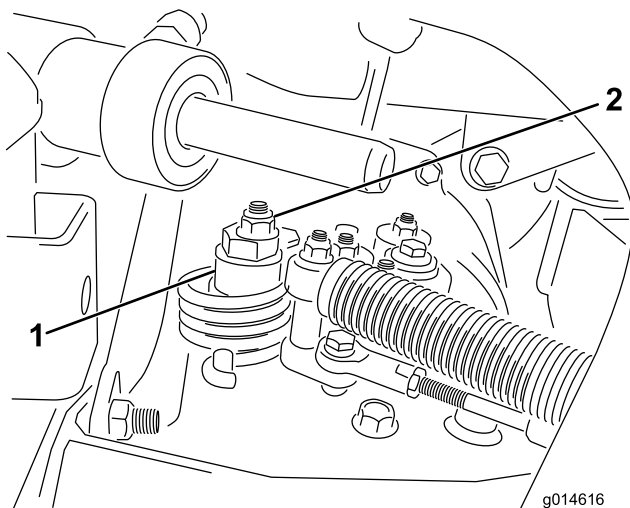

Figure 48
- A. Desserrez l'écrou de fixation de l'excentrique en haut de l'hydrostat (Figure 48).
- C. Tournez l'excentrique jusqu'à ce que la roue ne tourne plus dans aucune direction. Lorsque la roue arrête de tourner, serrez l'écrou pour bloquer l'excentrique et le réglage (Figure 48). Vérifiez le réglage avec la commande d'accélérateur en position bas régime, puis haut régime.